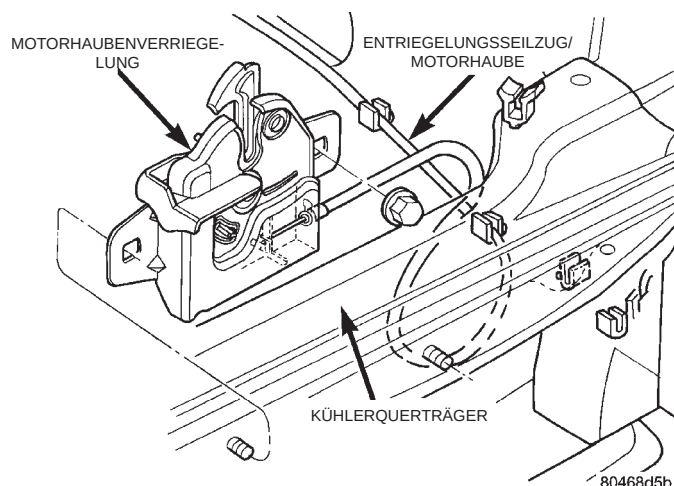
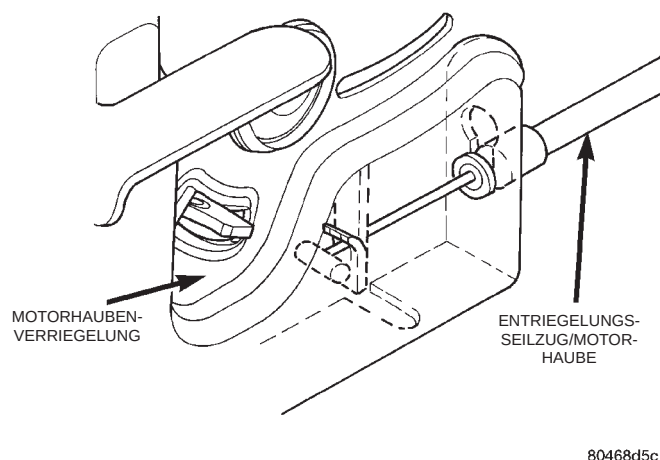

Abb. 2 Motorhaubenverriegelung
Abb. 3 Entriegelungsseilzug der Motorhaube
(1) Motorhaubenschloß entriegeln und Motorhaube öffnen.
(2) Motorhaube mit der Aufstellstange abstützen.
(3) Befestigungsschrauben lösen, mit denen die Motorhaubenverriegelung am oberen Kühlerquerträger befestigt ist. (Abb. 2).
(4) Motorhaubenverriegelung vom Fahrzeug abbauen.
(5) Entriegelungsseilzug aus der Motorhaubenverriegelung aushängen (Abb. 3).
(1) Entriegelungsseilzug in die Motorhaubenverriegelung einhängen (Abb. 3).